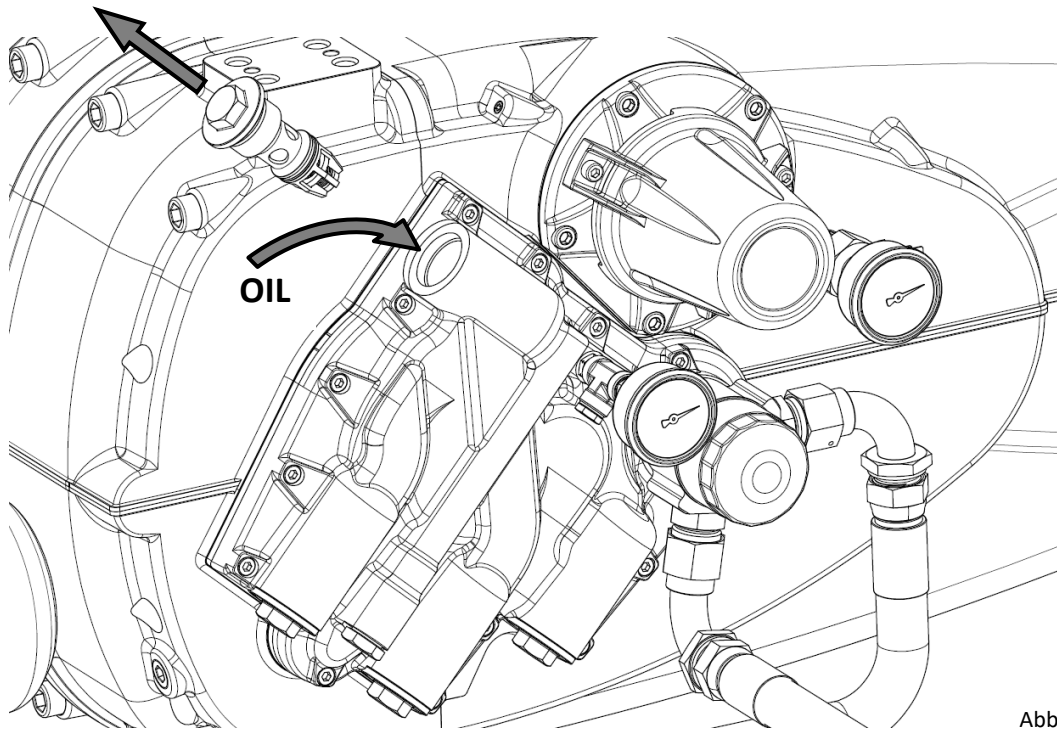

Abb.15
- Die Kartusche mitsamt Druckventil aus dem Ölpumpengehäuse ausbauen und die Leitungen mit einer Spritze oder anderem Hilfsmittel mit Schmieröl füllen (Abb. 15).